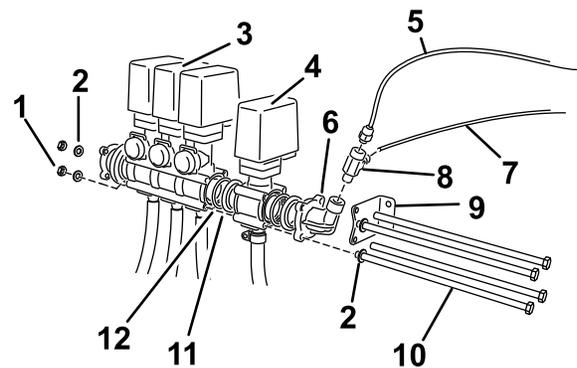

Figura 5
4. Localize o conjunto da válvula da bobina de tubagem e instale em linha com as válvulas existentes (Figura 5).
6. Reposicione o suporte no conjunto da válvula nos dois furos no adaptador do joelho mais próximo do suporte de montagem da válvula da rampa (Figura 5).
7. Insira dois parafusos longos (M8 X 260 mm) através do suporte de montagem, nos furos superiores e inferiores dos corpos da válvula da bobina de tubagem e as válvulas de derivação da rampa mais próximas da calha de montagem (Figura 5).
9. Utilize os dois parafusos restantes (M8 X 260 mm) com as anilhas existentes para prender os conjuntos das válvulas nos furos abertos nos corpos das válvulas (Figura 5)
13. Instale o encaixe em T (Figura 5)